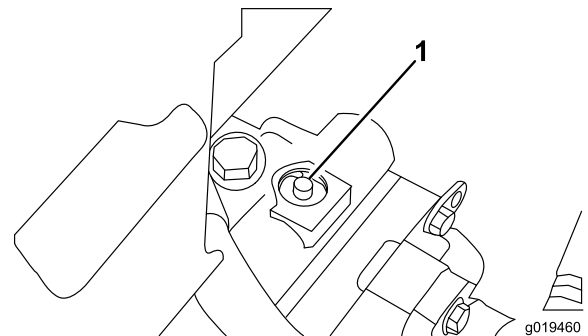

Figura 40
1. A válvula de derivação está localizada sobre a bomba de deslocação variável (Figura 40). Rode a válvula 90°, em qualquer direção, para permitir a passagem do óleo internamente. Após este procedimento, torna-se possível deslocar lentamente a máquina sem danificar a transmissão.